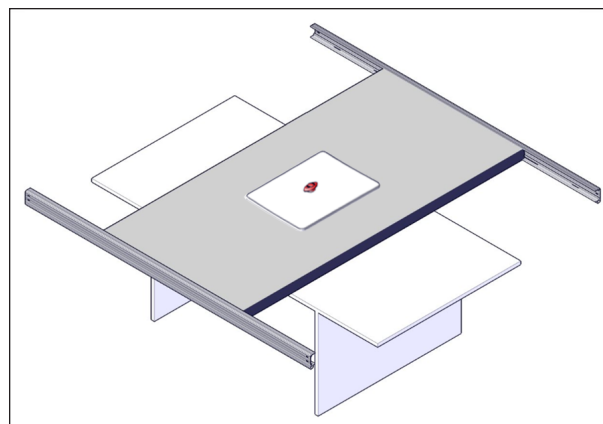

FIGURE 22: INSTALLATION DES PROFILÉS EN C
5. Installer les plus longs profilés en C sur le panneau central, voir Figure 22.